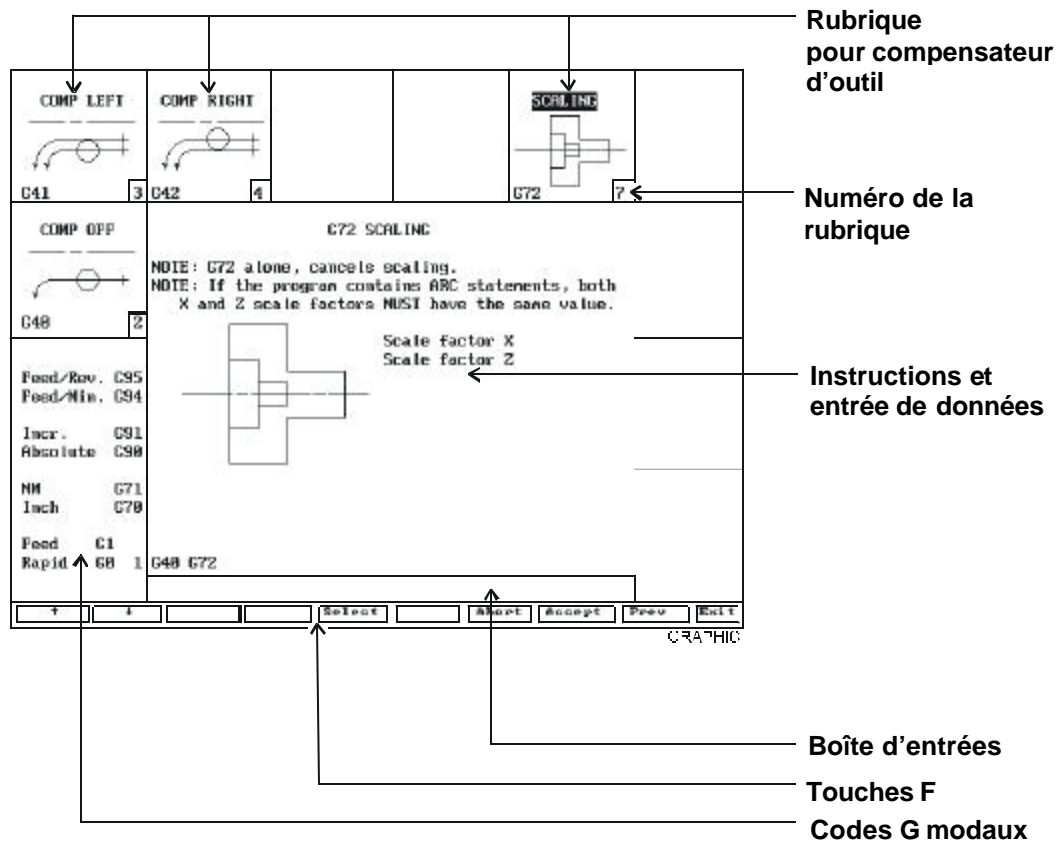

Figure 7-4, Ecran Graphique d'aide Echantillon
3. Mettre en Surbrillance l'option de menu 7, **Mise à l'échelle (G72)**. Appuyer sur ENTREE. L'écran graphique d'aide à la mise à l'échelle s'active. Se reporter à la **Figure 7-4, Ecran Graphique d'aide Echantillon**.